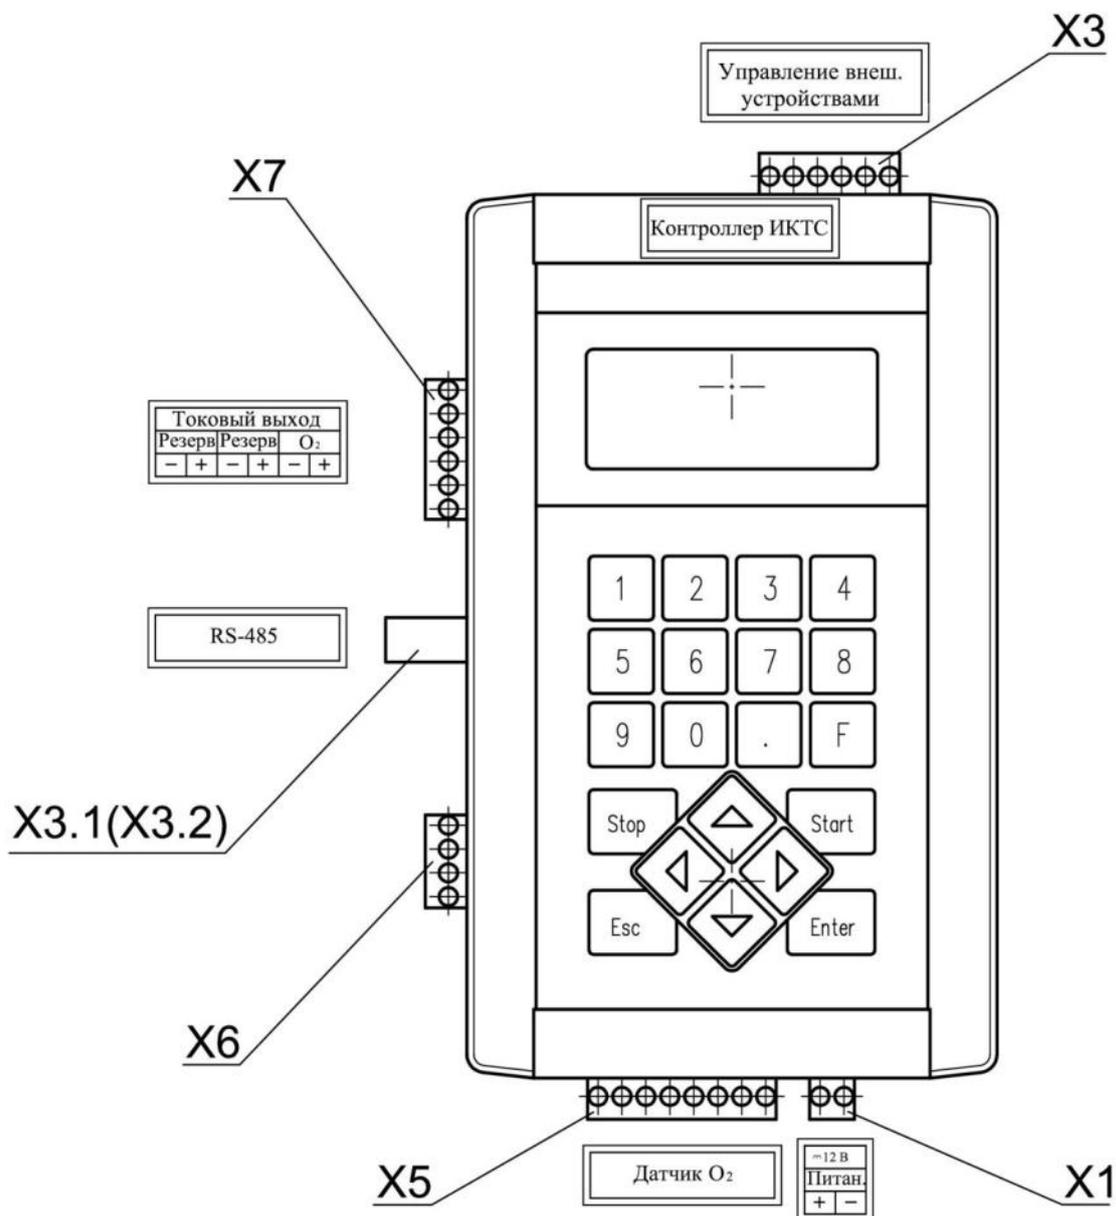

Рис. 7 – Расположение разъёмов контроллера ИКТС-11
На лицевой панели контроллера (1) блока измерительного расположен четырехстрочный ЖК индикатор и клавиатура. Расположение разъёмов контроллера показано на *Рис. 7*.